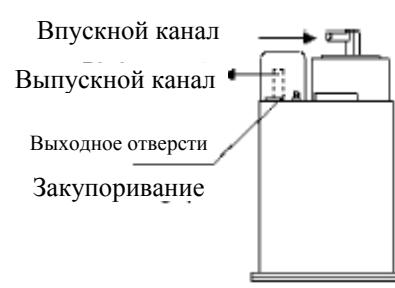

Рис. 55
- (3) Продуйте угольный фильтр: закройте выпускное отверстие, задувайте воздух ( $4.71\text{бар}$ ,  $48\text{ кг-с/см}^2$ ) во впускное отверстие. Воздух должен выходить из выходного отверстия (см. Рис. 55).